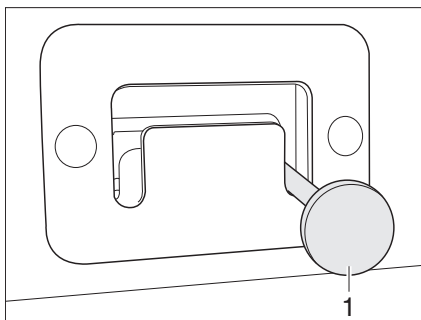

Fig. 92 Palanca de bloqueo
- Resuelve el cinturón de seguridad (Fig. 92,1).
- Coloque el cinturón de seguridad (Fig. 92,1).